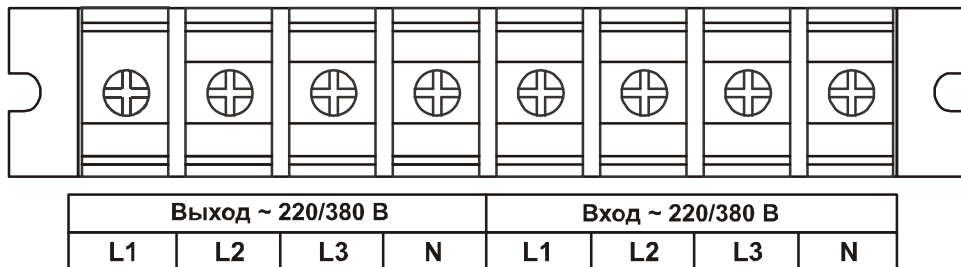

Рисунок 4 – Внешний вид клеммного блока ИБП АТС 10000 3/3 Т-Х (R), АТС 15000 3/3 Т-Х (R), АТС 20000 3/3 Т-Х (R)
- 9 – Клеммный блок (винтовые зажимы М6) для подключения сети переменного тока и нагрузки потребителя (см. рисунок 4);